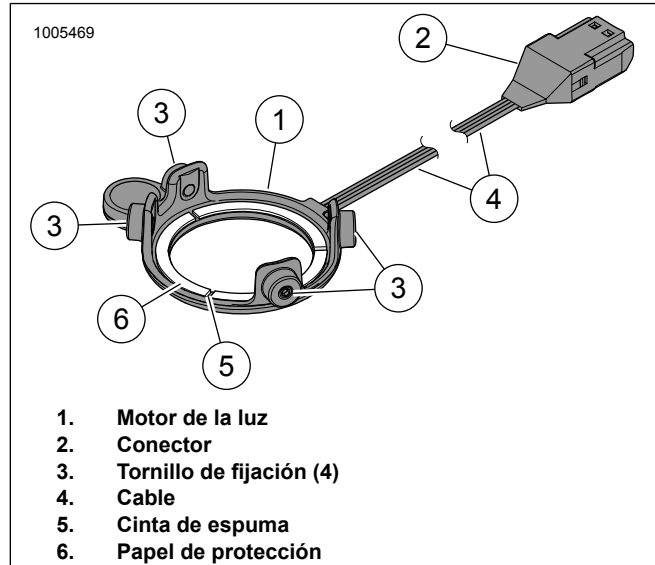

Figura 9. Luz LED, Altavoz Stage I redondo
3. Consulte la Figura 9. Quite el papel de protección (6) de la cinta de espuma (5) en la parte posterior del motor de la luz (1).